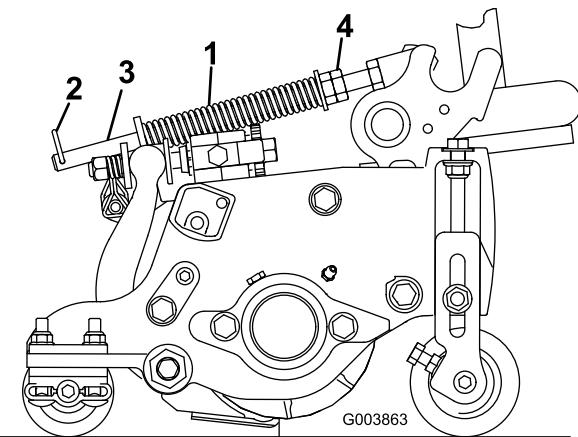

図 14
2. スプリングロッド前部の六角ナットを締めて、スプリング圧縮状態の長さが以下の通りになるようにするリールマスター5410の5インチカッティングユニットでは 12.7cm リールマスター5510との7インチカッティングユニットでは 15.9cm 図 14 を参照。
ターフ補正スプリング図 14 は、前ローラから後ローラへと、カッティングユニットの体重移動を行います。これにより、マーセリングやボビングと呼ばれる「波打ったような」仕上がりを防いでいます。
1. ヘアピンコッターがスプリングロッドの後の穴に差し込まれていることを必ず確認してください図 14。